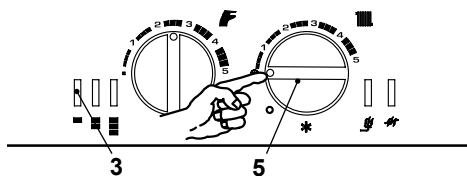

Figura 6.4
gnalazione 3 si accende circa ogni quattro secondi come in Figura 6.4.
- Ruotare il selettore di funzione 5 come indicato in Figura 6.4, la lampada di segnalazione 3 lampeggia ad intermittenza circa ogni 2 secondi.